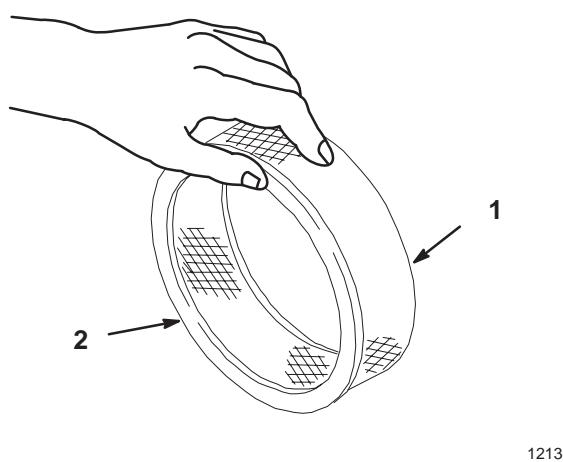

Figure 19
- Tapoter doucement l'élément sur une surface plane pour faire tomber la poussière et la saleté (Fig. 19).